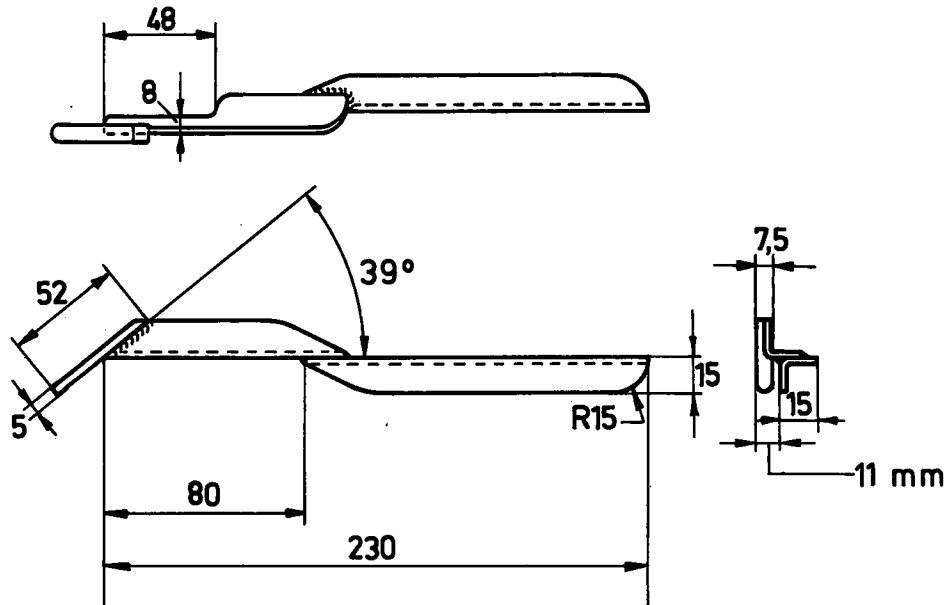
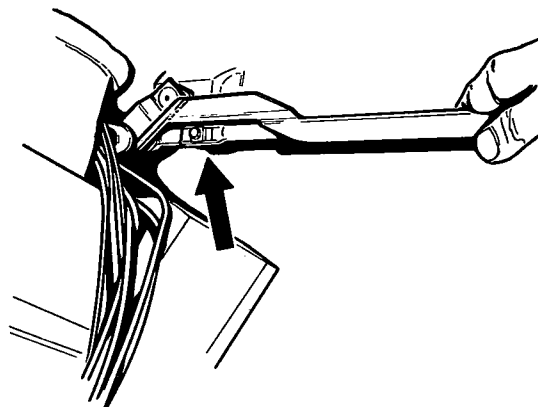

Fig. 2.
Fig. 10.
8. Breng de stelbout in de verbindingsstang (6) aan.
9. Houdt de afstelmal (fig. 2) tegen de verbindingsstang (6) en richt de kruk van het tandemlager (7) (fig. 10).